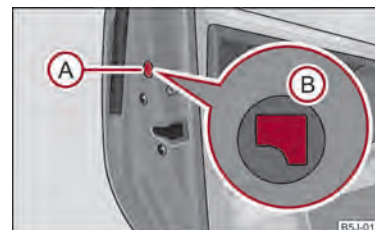

Fig. 14 Încuierea de urgență a portierei
- Îndepărtați capacul (A) ⇒ fig. 14.
- Introduceți cheia în orificiul de sub capac și apăsați maneta (B) în interior până la limită.